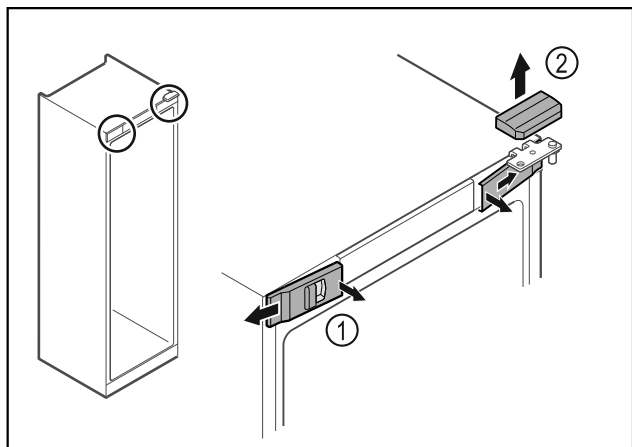

Fig. 17
- ▶ Lossa skydden fram Fig. 17 (1) på insidan och ta av dem åt sidan.
- ▶ Ta av det övre skyddet Fig. 17 (2) uppåt.